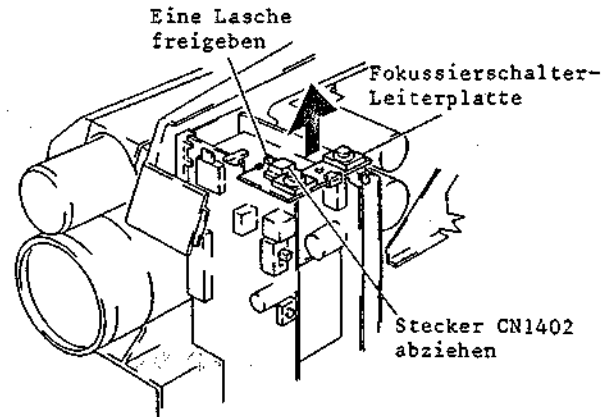

Abb. 2-12 Fokussierschalter-Leiterplatte
### 2-1 Ausbau der Fokussierschalter-Leiterplatte (Abb. 2-12)
3. Den Stecker CN1402 abziehen (siehe Abb. 2-12).
4. Eine (1) Lasche freigeben und die Fokussierschalter-Leiterplatte abnehmen.
2. Die Fokussierschalter-Leiterplatte ausbauen (siehe Abb. 2-12).